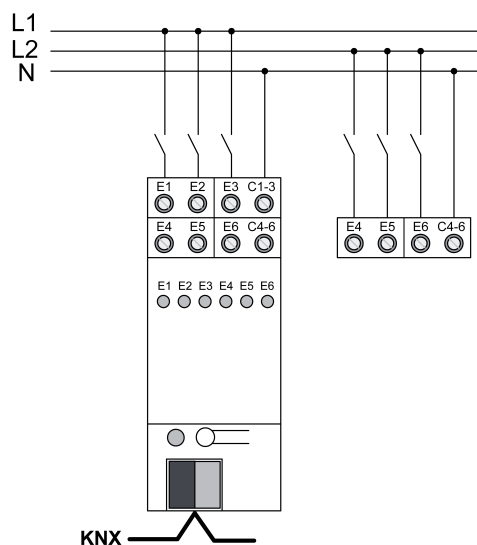

Bild 2: Anschluss netzversorgter Stromkreise
- Netzversorgte Stromkreise gemäß Anschlussbeispiel anschließen (Bild 2).
- FELV-Stromkreise wie netzversorgte Stromkreise anschließen (Bild 2).